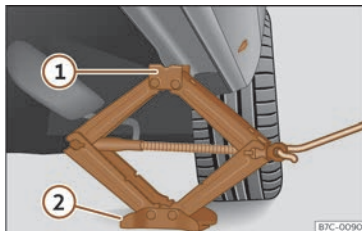

Fig. 44 Traveseiro: colocación do gato do vehículo.
- Xire a manivela do gato, situado baixo o punto de apoio do traveseiro, para elevalo ata que a pestana ①»» fig. 44 estea situada baixo o aloxamento previsto.
- Alíñe o gato de xeito que a pestana ① “agarre” no aloxamento previsto do traveseiro e a placa base móbil ② quede apoiada no chan. A placa base ② debe caer verticalmente con respecto ao punto de soporte ①.